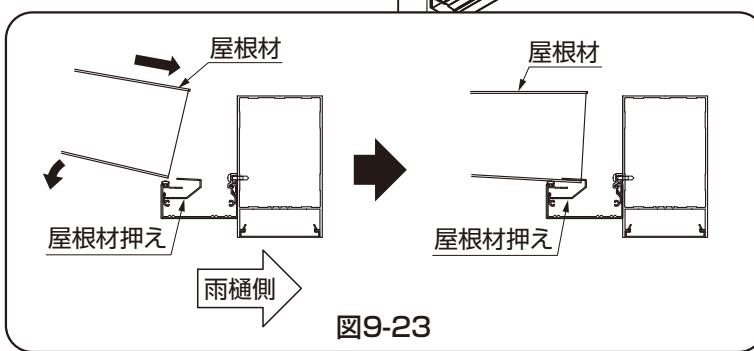

図9-23
①屋根材を屋根材押えに、はめ込み位置を確認して取付けてください。(図9-23参照)
- 屋根材は屋根材押えの奥まではめ込んでください。(図9-23参照)